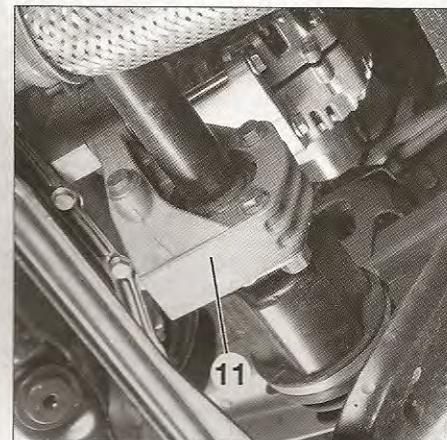

fig. 14
- Desmontar los tornillos de fijación del apoyo intermedio (11) de transmisión (fig. 14).